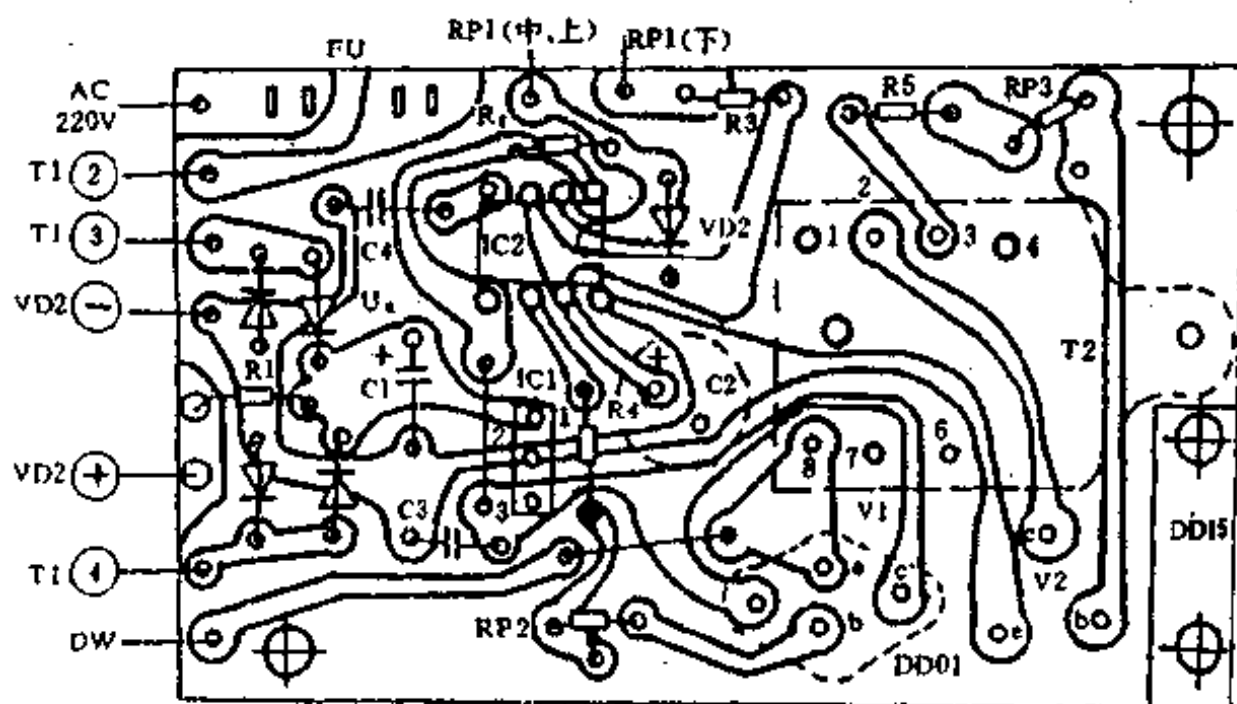

图 1-311
安装调试:整机印制板如图 1-311 所示。调试时 R4 可暂不接入,并将电源指示 R1/VD1 支路移至 IC2 的①/③脚间(VD1 负极接①脚),根据 VD1 亮/灭的时间比例,检查 T₀₁、T₀₂ 是否符合设计要求。检查高压发生器时,可在 V1 的 ce 极间接入一只 10Ω/1W 电阻,将裸露铅芯的铅笔头置入电网线间,调节 RP3,到能看到铅芯有拉火现象为止。